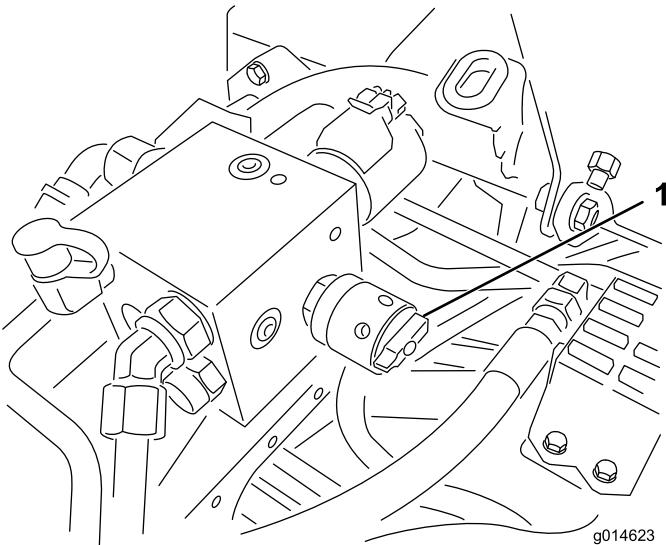

Bild 54
6. Drehen Sie den Spindeldrehzahlregler auf 1 (Bild 54).
12. Stellen Sie nach dem Läppen die Läpphebel in die Vorwärtsstellung (F), setzen Sie die Abdeckung auf und waschen Sie die Schleifpaste von den Mähwerken ab. Stellen Sie den Abstand zwischen Spindel und Untermesser am Mähwerk nach Bedarf ein. Stellen Sie den Spindeldrehzahlregler des Mähwerks auf die gewünschte Mähstellung.
**Wichtig:** Wenn der Läpphebel nicht in die Vorwärtsstellung (F) zurückgestellt wird, können die Mähwerke weder richtig angehoben noch eingesetzt werden.